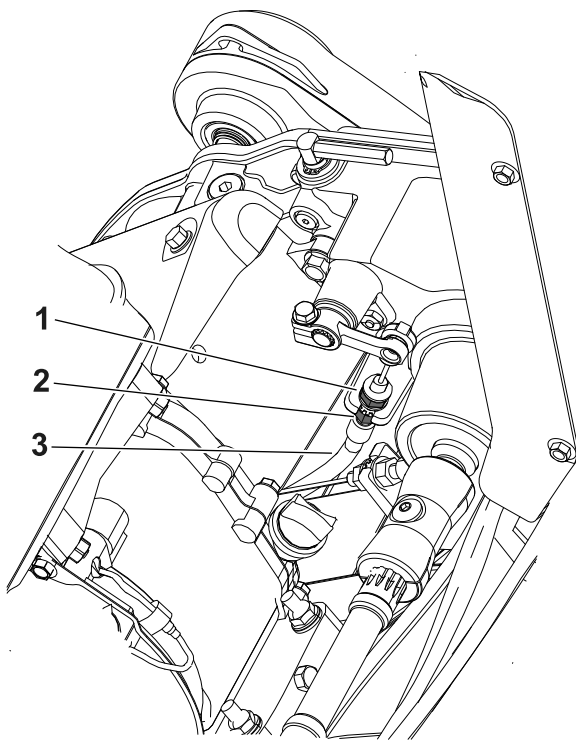

Bild 37
- Lösen Sie die vordere Kabelklemmmutter und ziehen Sie die hintere Klemmmutter an, um die Spannung des Bremszugs zu erhöhen (**Bild 37**). Schritt 2 wiederholen und ggf. die Spannung anpassen.
- Lösen Sie die hintere Kabelklemmmutter und ziehen Sie die vordere Klemmmutter an, um die Spannung des Bremszugs zu verringern (**Bild 37**). Schritt 2 wiederholen und ggf. die Spannung anpassen.